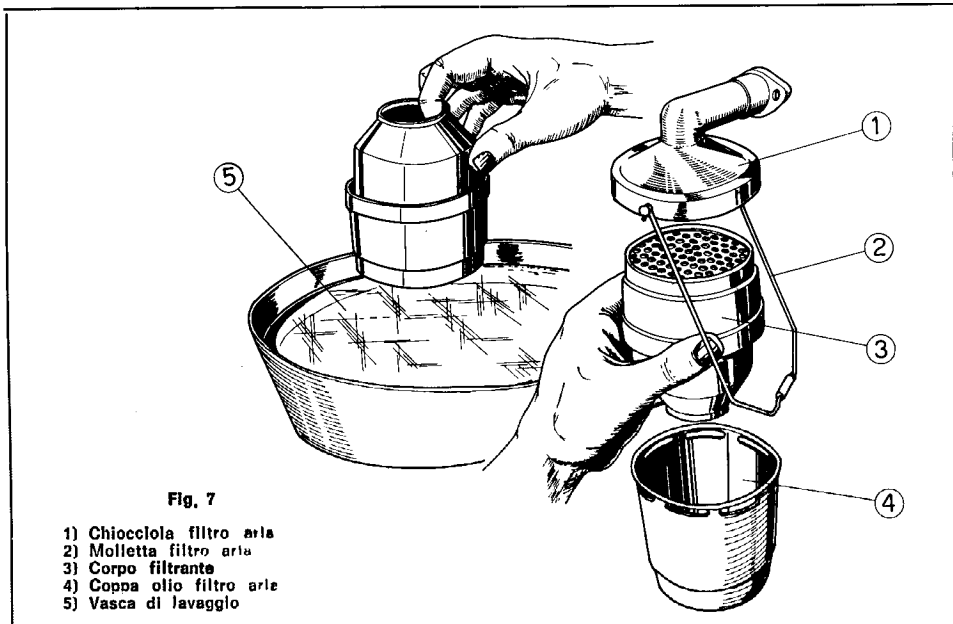

Fig. 7
- 1) Sganciare la molla (Fig. 7 n. 2) di ritenuta liberando il corpo filtrante (n. 3) e la coppa a livello olio (n. 4).